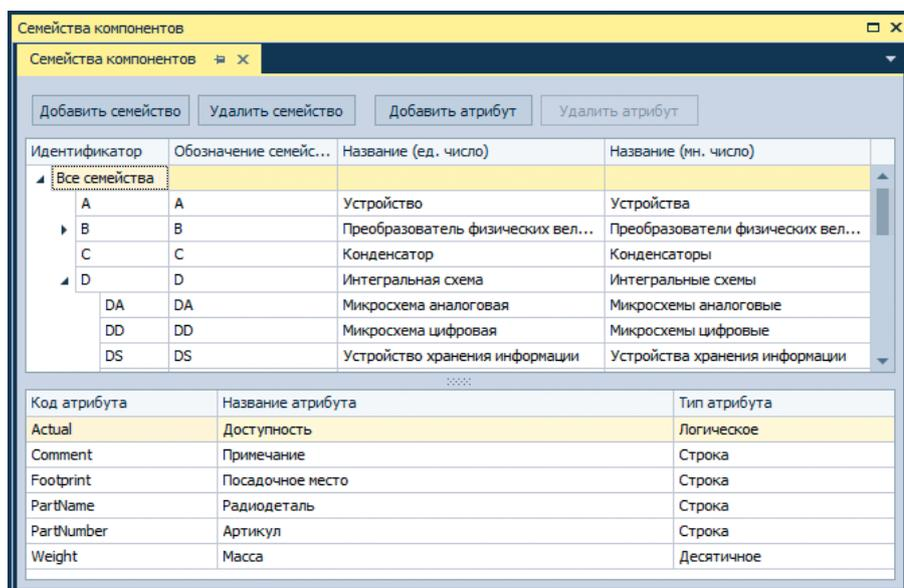

Рис. 1. Семейства компонентов в Delta Design
Организация данных в системе Delta Design является более строгой, чем в P-CAD, поэтому на первом этапе необходимо настроить в Delta Design классификацию компонентов, которая используется на предприятии. В P-CAD для каждого компонента есть возможность задания любого префикса позиционного обозначения и любого набора атрибутов, однако для работы предприятия такой подход неприемлем: как правило, предприятие унифицирует префиксы позиционных обозначений и набор атрибутов для компонентов. В Delta Design для этого существует понятие семейства компонентов, которое определяет отдельный класс компонентов, имеющих единые префиксы позиционного обозначения и набор атрибутов. Семейства компонентов образуют иерархию с использованием наследования атрибутов. Атрибуты, присущие всем компонентам, задаются с помощью корневого уровня иерархии «Все семейства», а любые его потомки добавляют свои специфические данные в конкретные семейства (см. рис. 1). Например, для семейства конденсаторов (префикс «С») добавляются атрибуты «Номинал» (Value), «ТКЕ» (TC) – температурный коэффициент ёмкости, «Точность» (Tolerance) и «Напряжение» (Voltage). Для дальнейшей классификации конденсаторов по подтипам можно создать несколько потомков со своими специфическими атрибутами.